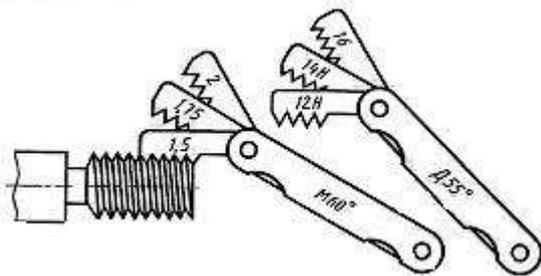

Рис. 40
- профиль, который определит тип резьбы – подбирается резьбомером, представляющим собой набор шаблонов с профилем и шагом резьбы (рис. 40). Существуют резьбомеры двух типов – для метрических и дюймовых резьб;